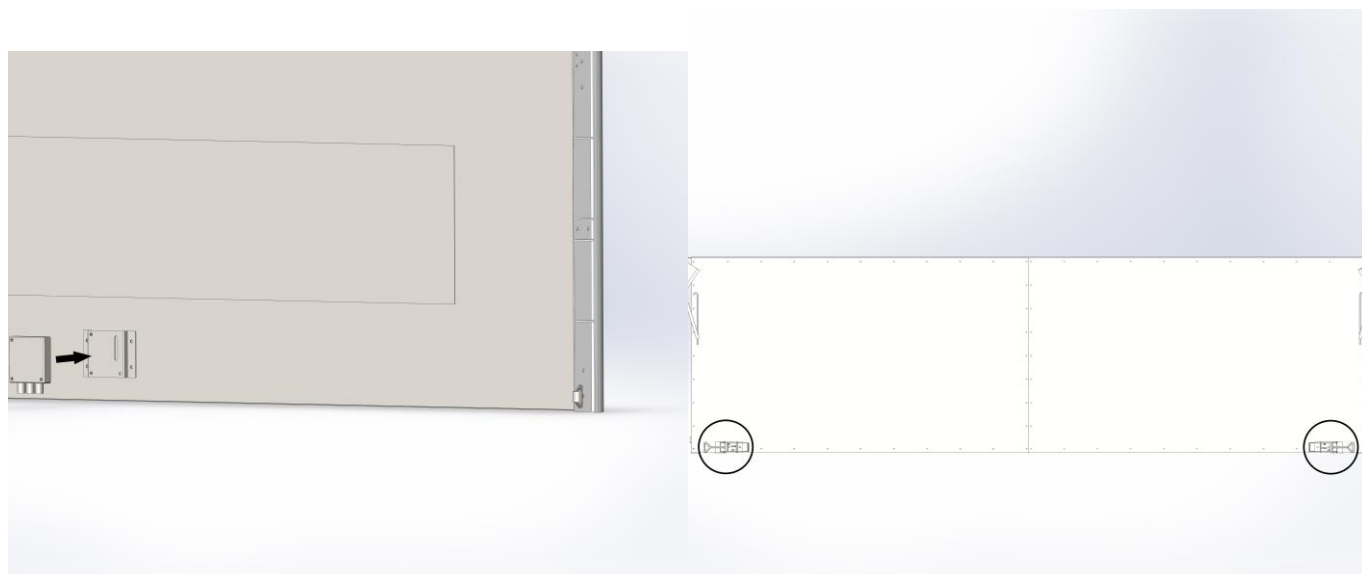

Рисунок 25
4.9 Прикрепите боковые замки болтами М5х10, гайками и шайбами к боковым кронштейнам ящика (см. рисунок 25).